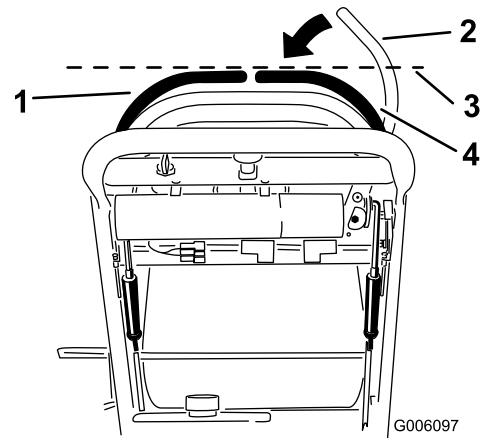

Рисунок 41
3. Нажмите вниз правый рычаг управления движением, чтобы вывести его из фиксированного нейтрального положения (Рисунок 41).
4. Проверьте, выровнен ли он по горизонтали относительно левого рычага управления движением (Рисунок 41).